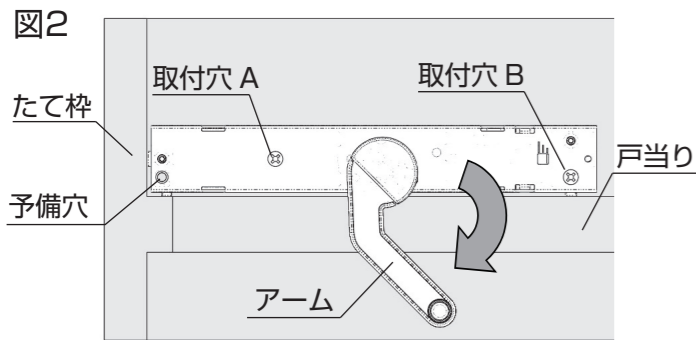

図 1-1
- ① 付属の本体取付用皿ねじ (呼び 3.5×30) 2 本で上枠に取り付けます (図 1-1 参照)。